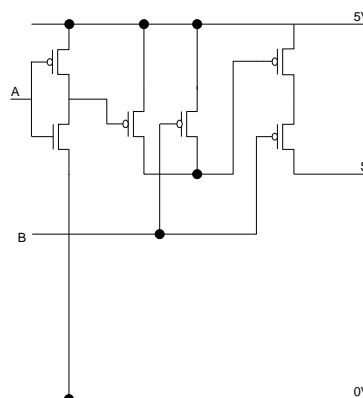

Figure 10: Schéma en Technologie CMOS à compléter
3. Compléter le schéma en technologie CMOS de la figure 10